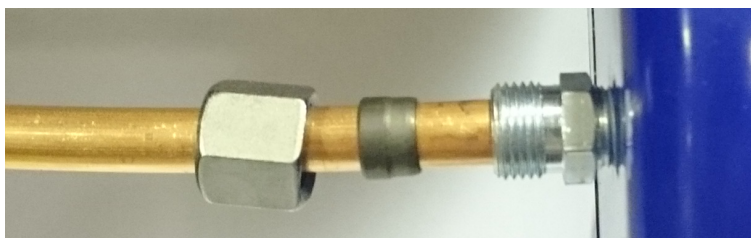

Рис. 8
4. Наденьте на конец трубки сначала нажимную гайку, затем обжимное кольцо и вставьте конец трубки в штуцер (рис. 8).